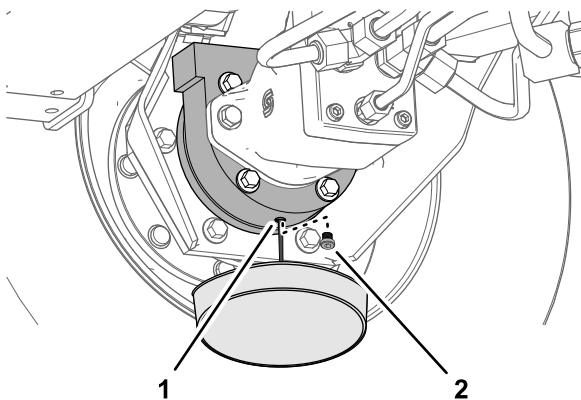

図 76
6. ブレーキハウジングの下に容器を置き、プラグを外してオイルを抜く図 76。